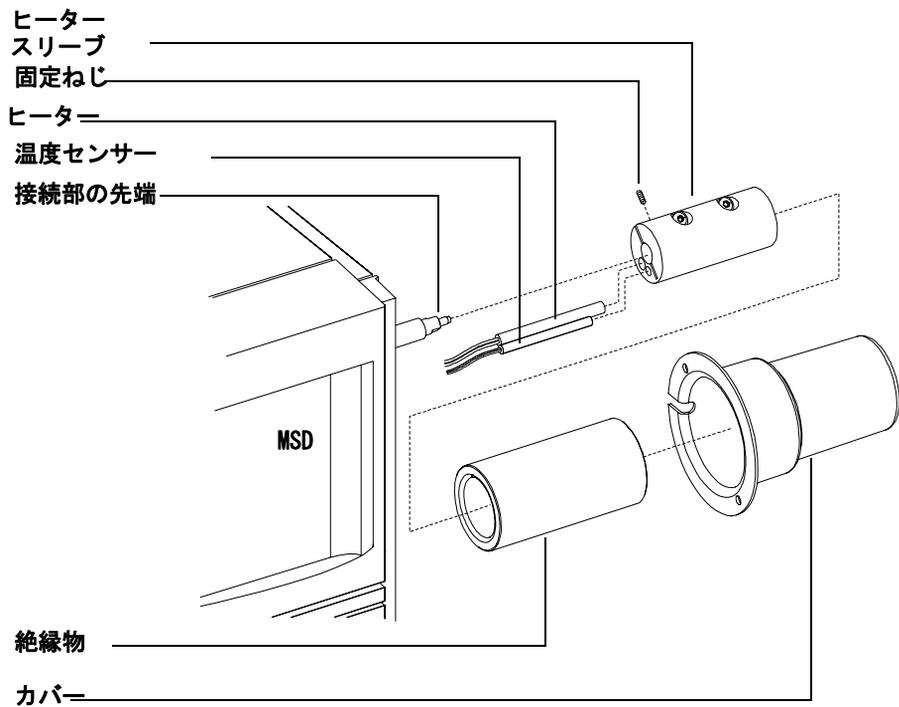

図 44 GC/MSD 接続部のヒーターとセンサーを交換する
- 1 新しいヒーターと温度センサーを、ヒータースリーブの中へ入れます (図 44)。